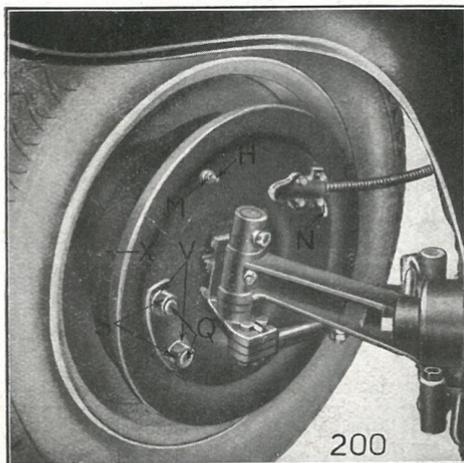

Fig. 30. — VUE SUR PLATEAU DE FREIN
**Le réglage secondaire:** un pivot excentrique « H » (fig. 30) pour le centrage des segments.
4° Desserrer l'écrou de blocage du pivot excentrique « H » (fig. 30) et tourner celui-ci jusqu'à sentir une légère emprise du frein en tournant la roue à la main.
7° Enlever la plaque « N » (fig. 30) et à l'aide de la molette, serrer les 4 freins d'un même nombre de tours, également jusqu'à sentir une légère emprise en tournant la roue. Desserrer ensuite de quelques tours, mais juste assez pour que la roue cesse de freiner.